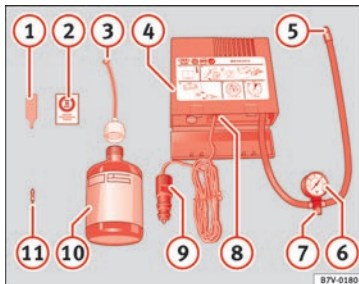

Bild 63 Standardtyp: Innehåll i däckreparationssatsen
- Skruva ur däckets ventilhatt och insats. Använd verktyget » » bild 63 ① för att ta bort insatsen. Placera den på en ren yta.
en kraftigt » » bild 63 ⑩.
- Skruva på påfyllningsslangen » » bild 63 ③ på flaskan med tätningsmedel. Flaskans tätnings bryts automatiskt.
- Ta bort förslutningen från påfyllningsslangen » » bild 63 ③ och skruva fast slang-
hjälp av verktyget » » bild 63 ①.
pressor-pumpen » » bild 63 ⑤ i ventilen.
» » bild 63 ⑦.
- Sätt i kontakten » » bild 63 ⑨ i bilens 12-
ren » » bild 63 ⑧.